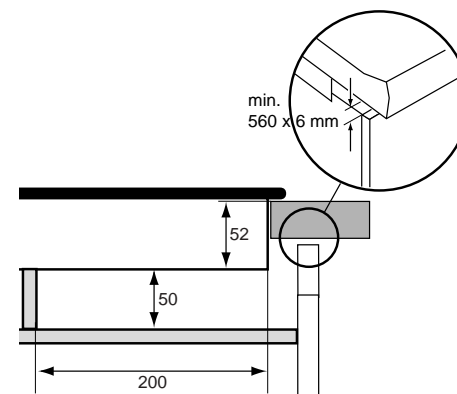

Figuur 10
- 1 Zaag de beluchtingsopening(en) uit zodat de totale oppervlakte van de gaten minimaal 100 cm² is. Zie bijvoorbeeld figuur 10 met twee gaten van 50 cm².